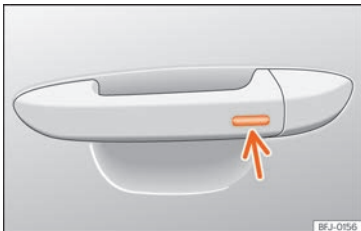

Abb. 112 Türgriff: Sensorfläche.
• Halten Sie einige Sekunden lang einen Finger über die Verriegelungssensorfläche »» Abb. 112 (Pfeil) am Türgriff, damit das Dach geschlossen wird. Wenn Sie die Sensorfläche nicht mehr berühren, wird die Schließfunktion unterbrochen.